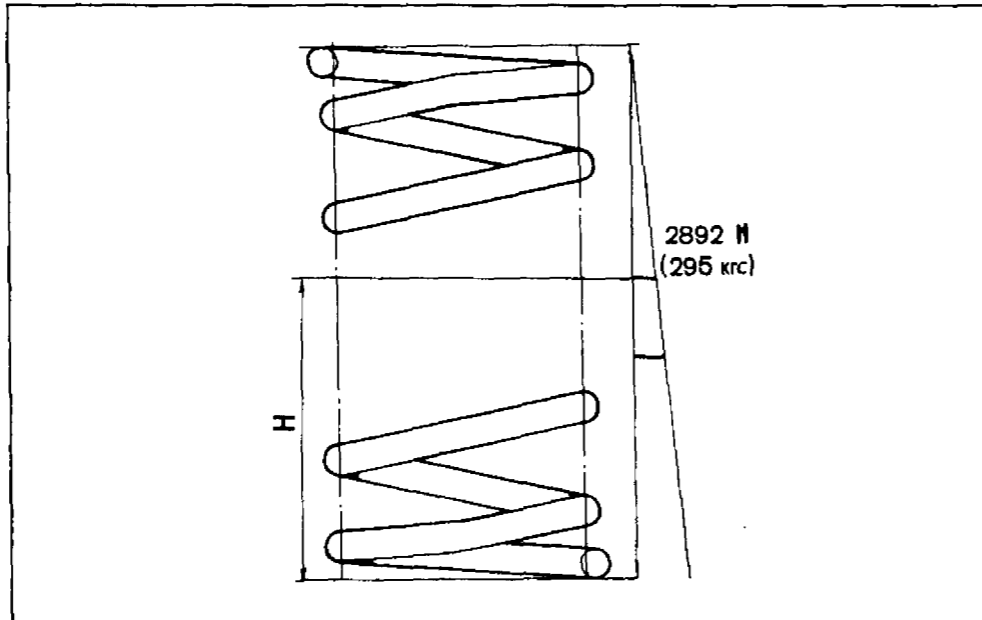

Рис.4-25. Параметры для проверки пружины задней подвески
Проверьте осадку пружины, для чего трехкратно прожмите пружину до соприкосновения витков. Затем приложите к пружине нагрузку 2892 Н (295 кгс). Длина пружины Н (рис. 4-25) под указанной нагрузкой должна быть не менее 233 (213)* мм. Если пружина с желтой маркировкой (класс А) имеет длину менее 240 (220)* мм, смените ее маркировку на зеленую (класс В).